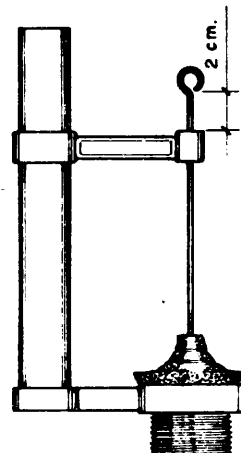

Fig. 2
1) Con la perilla en posición de cierre, el gancho de la varilla debe quedar uno o dos centímetros por encima del soporte (fig. 2).